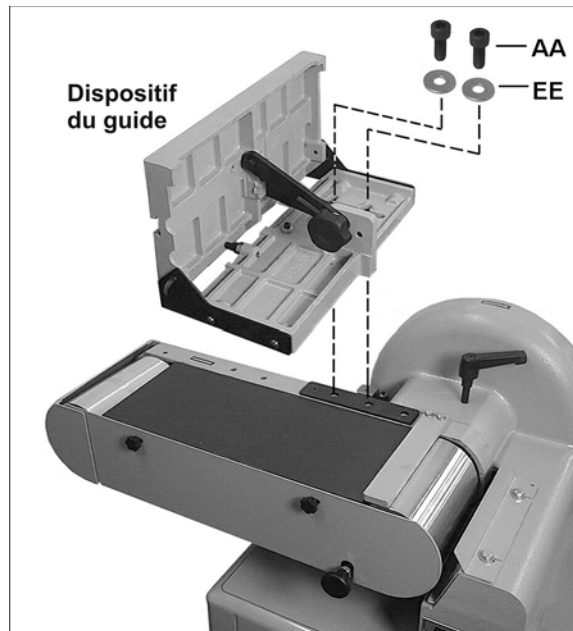

Figure 9
*Reférez-vous à la figure 9 :*